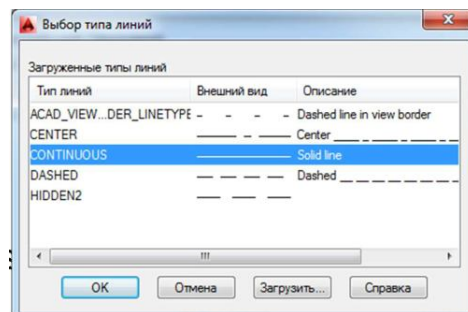

Рисунок 8.3 – Вікно вибору типів ліній
- контур (товщина лінії – 1 мм, тип лінії – суцільна) (рис. 8.3);